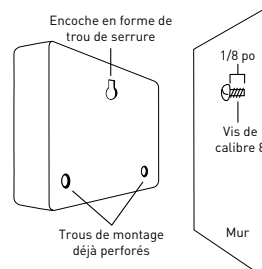

Figure 2 : Accrochez la minuterie au mur en insérant la vis dans l'encoche en forme de trou de serrure.
- Glissez la minuterie sur la vis qui dépasse (dans l'encoche en forme de trou de serrure au dos de la minuterie). Consultez la figure 2.